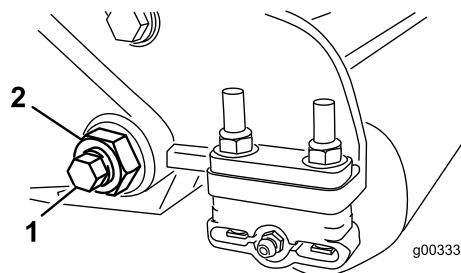
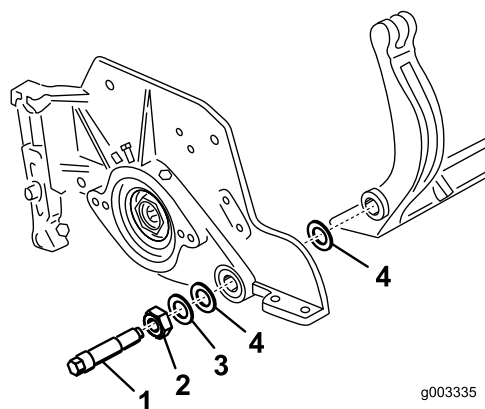
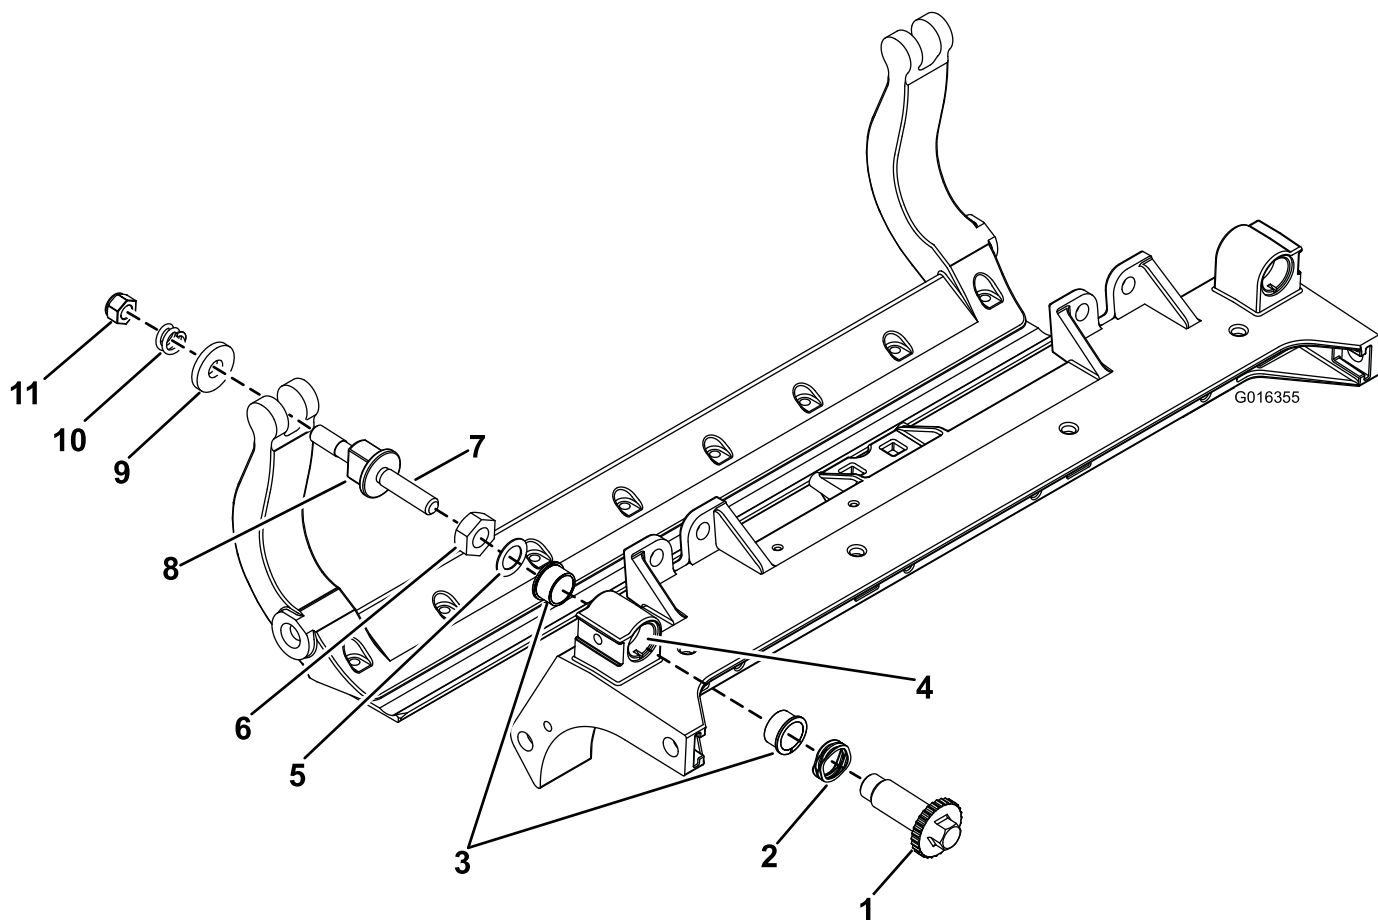

Figura 27
Figura 28
Figura 30
3. Su ciascun lato della macchina, allentate il dado di bloccaggio che fissa il bullone della barra di appoggio (Figura 27).
4. Togliete ciascun bullone della barra di appoggio consentendo alla barra di appoggio di essere tirata verso il basso e rimossa dal bullone della macchina (Figura 27). Considerate 2 rondelle in nylon e 1 rondella in acciaio stampato su ciascun lato della barra di appoggio (Figura 28).
2. Fissate la barra di appoggio su ciascuna piastra laterale mediante gli appositi bulloni (dadi sui bulloni) e 6 rondelle. Una rondella in nylon deve essere posizionata su ciascun lato della flangia di estremità della piastra laterale. Posizionate una rondella in acciaio all'esterno di ciascuna rondella in nylon (Figura 28). Serrate i bulloni a 37-45 Nm. Serrate i dadi di bloccaggio finché la rondella in acciaio esterna non cesserà di ruotare e il gioco di estremità verrà eliminato, ma non serrate eccessivamente o
9. Fissate la barra di appoggio su ciascuna piastra laterale mediante gli appositi bulloni (dadi sui bulloni) e 6 rondelle. Una rondella in nylon deve essere posizionata su ciascun lato della flangia di estremità della piastra laterale. Posizionate una rondella in acciaio all'esterno di ciascuna rondella in nylon (Figura 30). Serrate i bulloni a 37-45 Nm. Serrate i dadi di bloccaggio finché la rondella in acciaio esterna non cesserà di ruotare e il gioco di estremità verrà eliminato, ma non serrate eccessivamente o non deviate le piastre laterali. Le rondelle all'interno possono avere un gioco (Figura 28).
1. Rimuovete tutti i componenti (fate riferimento alle *Istruzioni per l'installazione* del kit DPA HD Modello N. 120-7230 e a Figura 30).
2. Applicate del lubrificante Never Seize all'interno dell'elemento in cui vanno montate le boccole, sul telaio centrale dell'apparato di taglio (Figura 30).
3. Allineate le chiavette sulle boccole flangiate alle scanalature sul telaio e montate le boccole (Figura 30).
4. Montate una rondella ondulata sull'albero del dispositivo di regolazione e inserite l'albero all'interno delle boccole flangiate sul telaio dell'apparato di taglio (Figura 30).
5. Fissate l'albero del dispositivo di regolazione con una rondella piana e un dado di bloccaggio (Figura 30). Serrate il dado di bloccaggio a una coppia di 20-27 Nm.